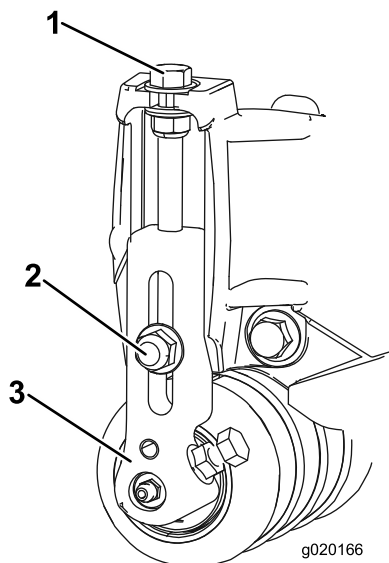

図 16
1. 刈り高ブラケットをカッティングユニットのサイドプレートに固定しているロックナットをゆるめる図 16。